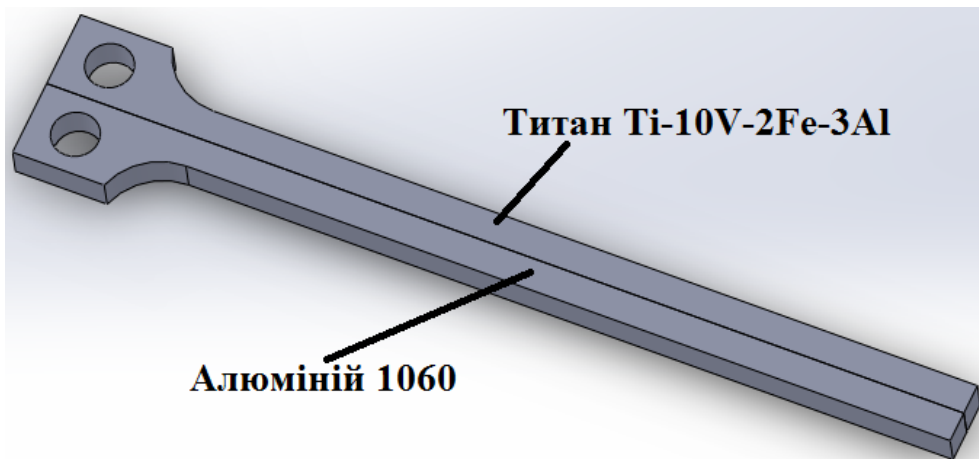
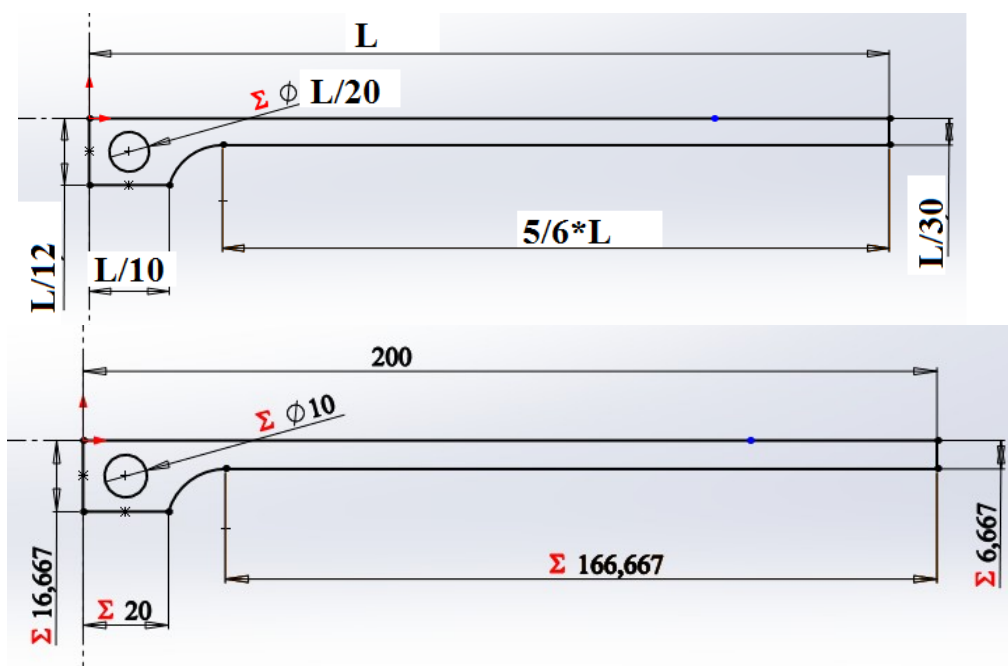

Рис. 3.2.1. Збірка біметалічної балки для термопружного аналізу.
Рис. 3.2.2. Параметри ескізу одиночної балки та приклад його реалізації.
Збірка для роботи показана на рис. 3.2.1. Розміри і співвідношення розмірів елементів, показані на рис. 3.2.2. Конкретні геометричні розміри деталей збірок студент має вибрати самостійно, після чого має створити модель деталей. Далі необхідно виконати аналіз ЗБІРКИ за допомогою пакету CosmosWorks 2006.
1. Створіть у SolidWorks деталь згідно ескізу на рис. 3.2.2. Далі перейдіть у режим збірки та створіть збірку як на рис. 3.2.1, визначивши взаємозв'язки у збірці (використайте інструмент **СОПРЯЖЕННЯ (Mates)** ).